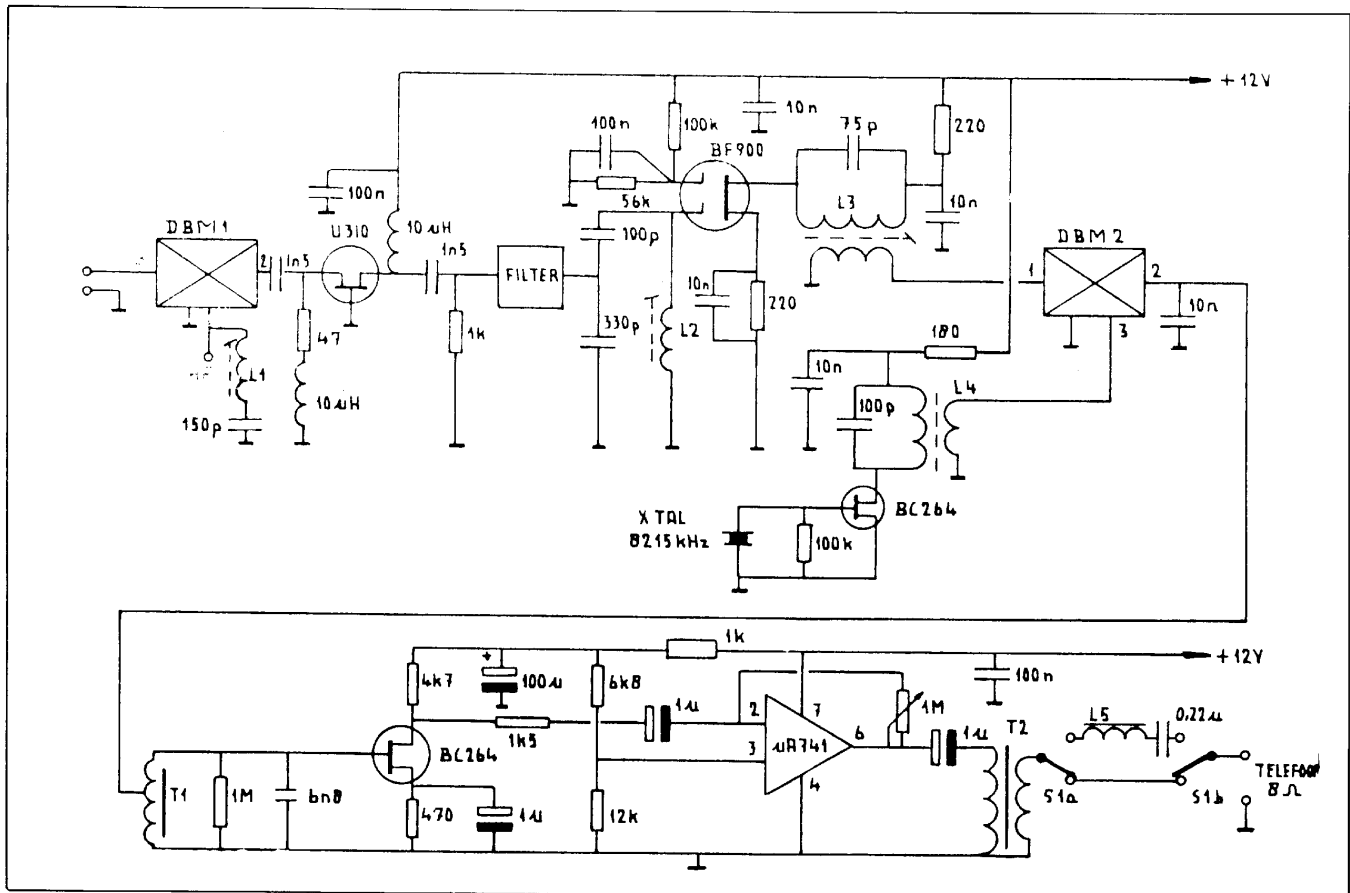

Fig.1: De ontvangerstrip.
Maak van ammonium-bifluoride (in kristalvorm verkrijgbaar bij de apotheek) een verzadigde oplossing in een plastic bakje. Meet de frequentie waarop het beschikbare kristal oscilleert in een oscillator (hiervoor is de BFO uit fig.1 te gebruiken). Open de kristalhouder en laat het kristal precies twee minuten in het bakje
- zoveel mogelijk met diodes schakelen. De ontvangerstrip is getekend in fig.1. Het idee voor de detector en laagfrequentversterker is afkomstig van PAOSE (ELECTRON april 1976). De laagfrequentversterker bestaat uit een op-amp van het type 741 met in de terugkoppeling een 1 M ohm-potmeter voor de volumeregeling. Via een klein trafo'tje uit een oude transistorradio wordt de uitgangs-